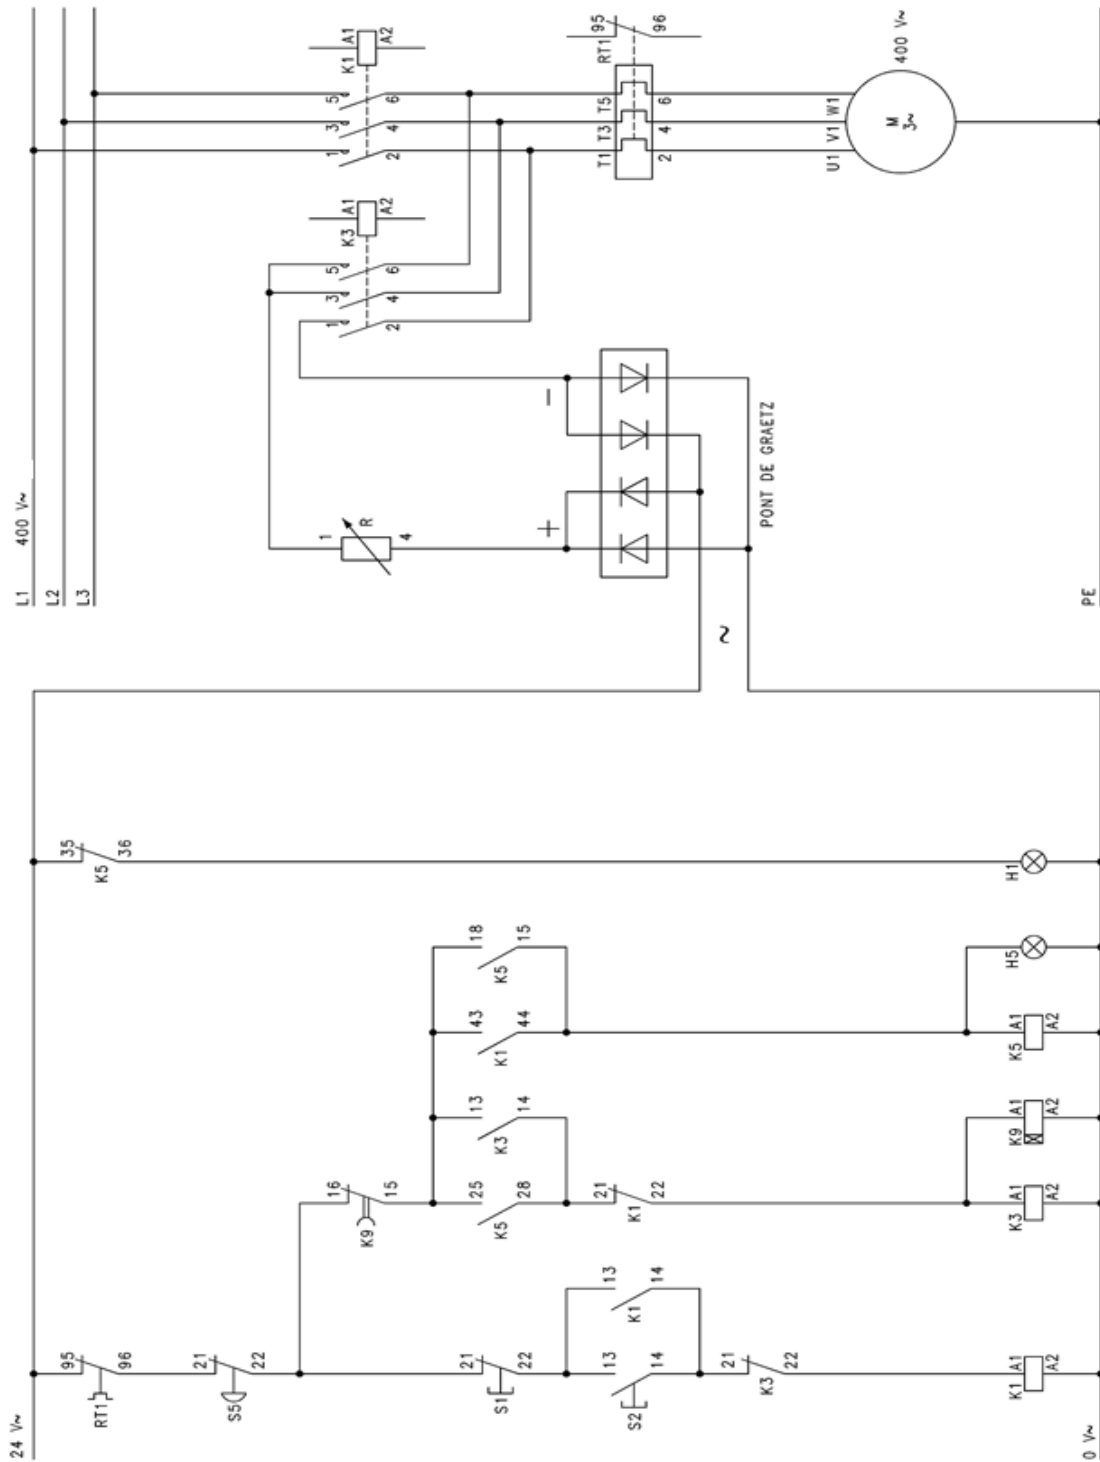

Figure 13 : Circuit de puissance et de commande d'un freinage en courant continu
- a. Raccorder les dispositifs comme indiqués dans la figure 13.